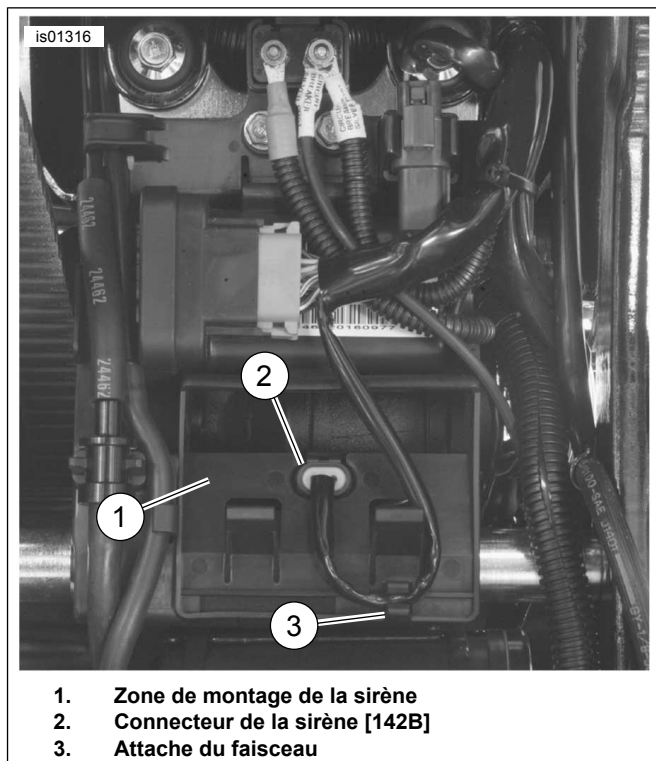

Figure 21. Connecteur de sirène (modèles Softail sauf FX-CW/C) (vue du garde-boue arrière avec la roue arrière retirée)
5. Figure 21 Retirer le connecteur de la sirène [142B] (2) de la prise dans la zone de montage (1) du panneau électrique.